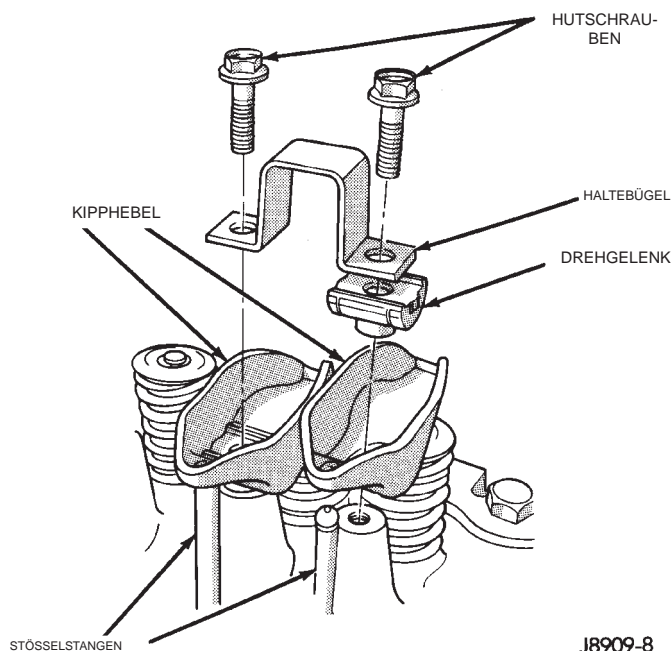

Abb. 34 Kipphebel
(2) Kipphebelausrichtung zu den Ventilschaften prüfen.
(3) Hutschrauben an den Haltebügeln und Drehgelenken der Kipphebel herausdrehen (Abb. 34). Hutschrauben abwechselnd um je eine Umdrehung losschrauben, damit die Haltebügel nicht beschädigt werden.
(4) Auf Haltebügel achten, die eine Fehlausrichtung des Kipphebels zur Spitze des Ventilschafts verursachen (Abb. 34). Haltebügel, Drehgelenke und zugehörige Kipphebel demontieren. In der Reihenfolge des Ausbaus ablegen.
(5) Stößelstangen ausbauen und in der Reihenfolge des Ausbaus ablegen.